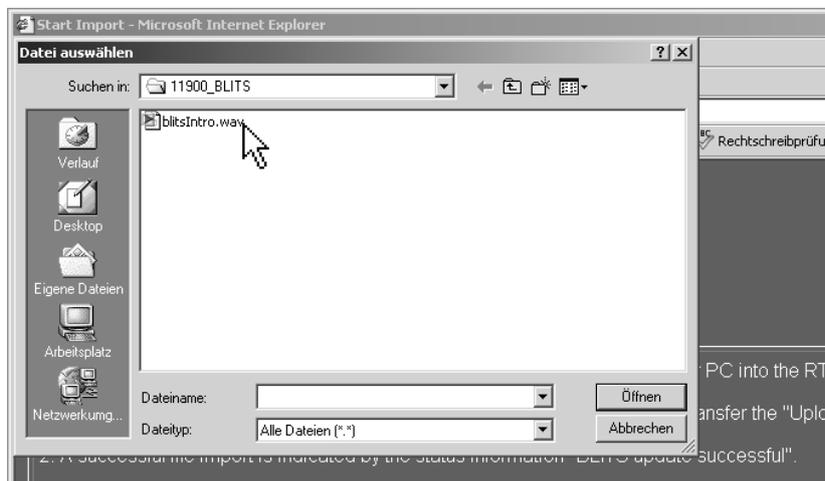

Bild 8-27: Dialog zum Auswählen der Intro-Datei (z. B. „blitsIntro.wav“)
4. Wählen Sie über den jetzt angezeigten Dialog das Verzeichnis (z. B.: „C:\11900\_BLITS“) aus, in dem Sie die Intro-Datei, z. B. „blitsIntro.wav“ abgelegt haben. Klicken Sie Ihre Datei an und klicken Sie anschließend auf „Öffnen“ (siehe Bild 8-27).